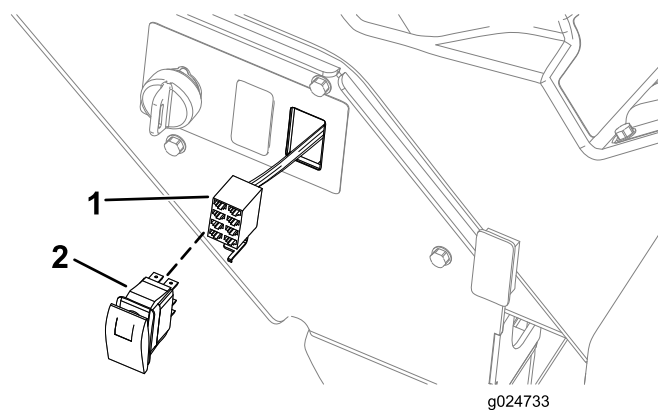

図 44
3. ワイヤハーネスの8口コネクタに、ハザードスイッチの8枚ブレードコネクタを接続する 図 44。